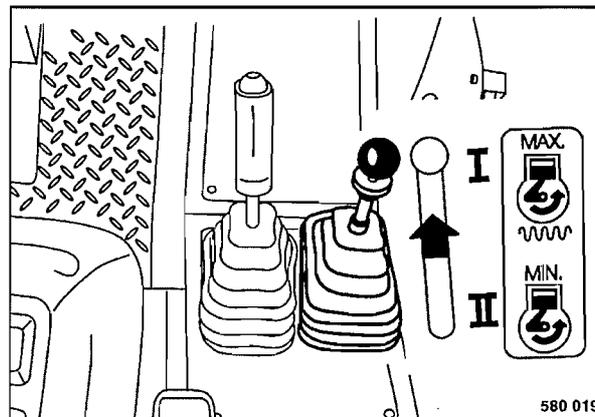

Fig. 43
- Colocar la palanca reguladora de revoluciones (Fig. 43) en posición "I" de plena carga.